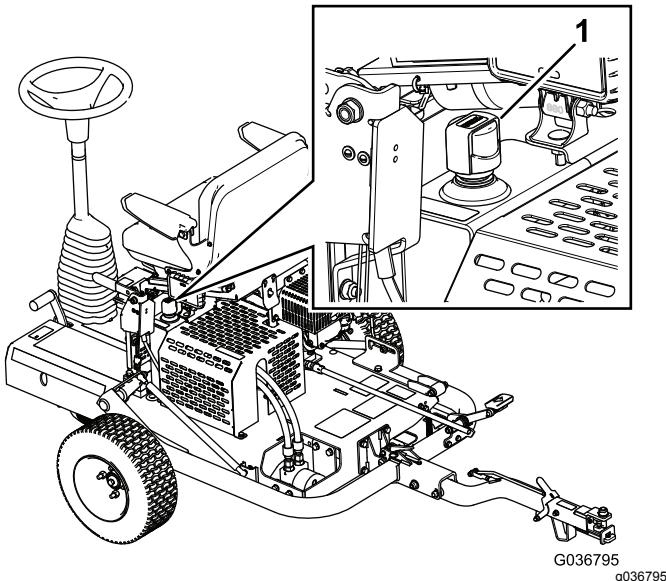

Figura 21
3. Retire el tapón del depósito hidráulico y compruebe el nivel de fluido en la varilla (Figura 21).